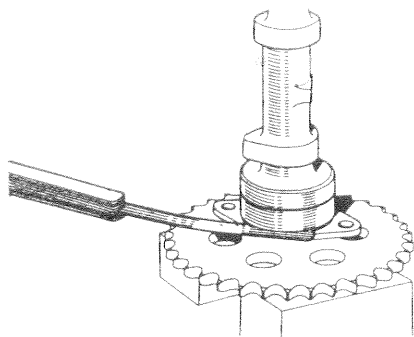

Fig. 33. — Arbre à cames - Contrôle du jeu à la bride
- Contrôler le jeu latéral à la bride de retenue à l'aide d'un jeu de cales (fig. 33).